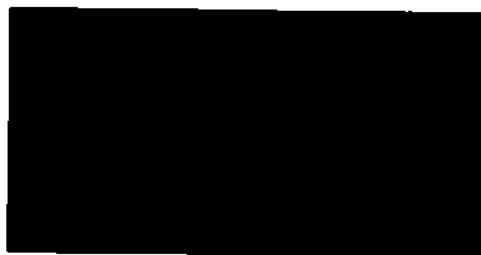

Рисунок 26. Новый пароль администратора
5. Нажмите **Выбрать (Select)**, чтобы выбрать **НОВЫЙ ПАРОЛЬ = (NEW PASSWORD =)**. Ниже меню **ИЗМЕНИТЬ ПАРОЛЬ (CHANGE PASSWORD)** на OSD появится клавиатура (рисунок 26).